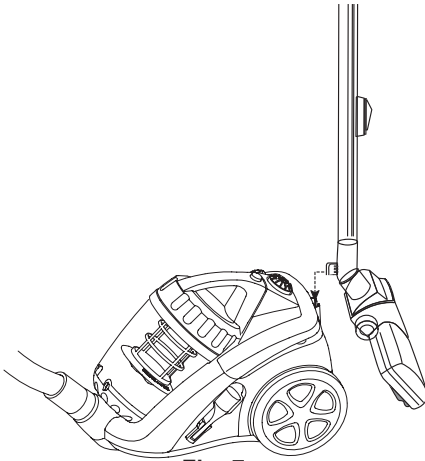

Fig. 7
2. Enganche el accesorio cepillo para suelos (7) en la ranura dispuesta en la parte posterior del aspirador. Véase la fig. 7.